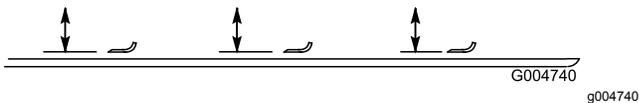

Рисунок 111
2. Поверните нож так, чтобы его концы были направлены вперед и назад, и измерьте расстояние между внутренней частью деки газонокосилки и режущей кромкой в передней части ножа (Рисунок 111).